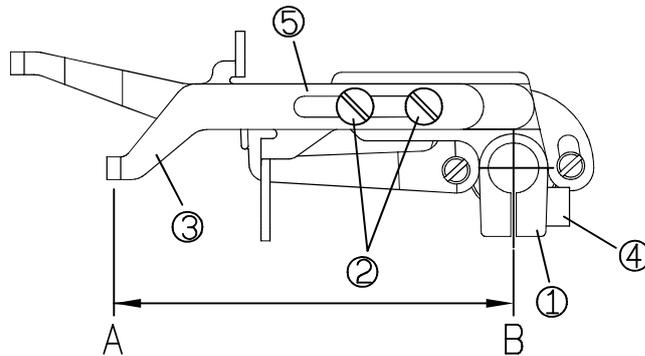

Fig.21
1. Quando girar a polia e fazer a barra da agulha na posição menor, a borda superior do caça linha da agulha ① deve permanecer na horizontal. Para ajustar a posição do caça linha se necessário, solte o parafuso ④ . (Fig. 21)